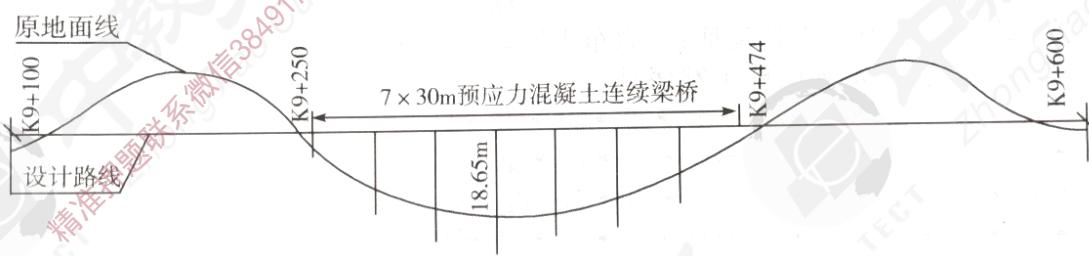

图 1 路线纵断面示意图
某段高速公路桩号为 K0+000 ~ K13+700，交通荷载等级为重交通。K9+362 处有一座 7×30m 预应力混凝土 T 型梁桥，桥梁造价为 1000 万元（含桥面铺装、交通安全设施等所有工程），K9+100 ~ K9+600 路线纵断面示意图如图 1 所示。施工单位中标进场后，经初步考察，拟组织下列机械进场：(A) 挖掘机；(B) 缆索式起重机；(C) 羊足碾；(D) 旋挖钻机；(E) 架桥机；(F) 打桩机；(G) 平地机；(H) 大吨位千斤顶；(I) 压路机；(J) 自卸汽车等。